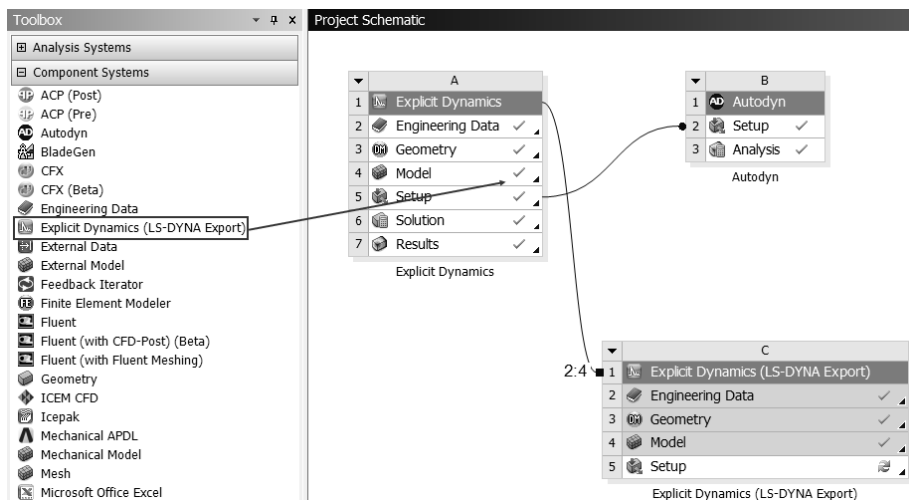

图 11-71 Explicit Dynamics (LS-DYNA Export) 添加
Step1 : 如图 11-71 所示，可以添加 Explicit Dynamics (LS-DYNA Export) 到项目 A 的 A4 中，此时直接双击项目 C 的 C5 栏即可执行相关计算处理。